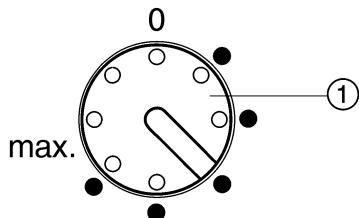

Fig. 2
► Поворачивайте регулятор температуры Fig. 2 (1) вправо с помощью монеты.